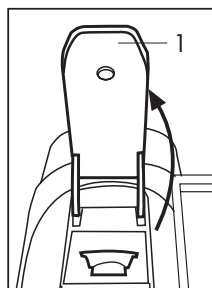
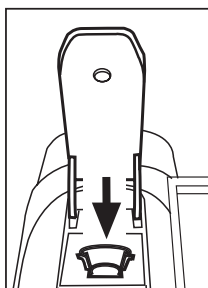

Fig. 8
Fig. 9
- Sollevare completamente la leva di comando (1) **(Fig. 8)** e inserire una capsula nell'apposito spazio. **(Fig. 9)**